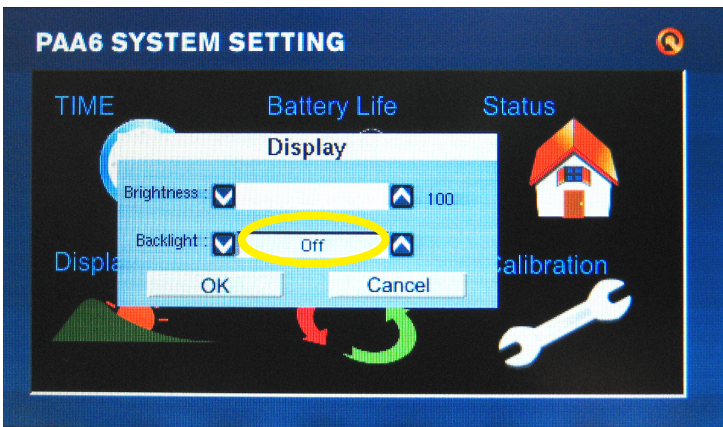

图 11
- 如果您需要在不触碰屏幕的情况下读取测量数据，请务必关闭背光功能的睡眠模式，否则数分钟(图 11)之后屏幕就会变暗。此设置可通过System—>Display菜单实现。